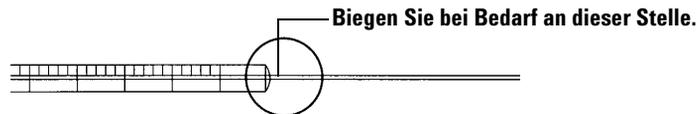

Abb. 72 Prüfen der Spritze
- 1 Rollen Sie die Spritze über die Kante einer sauberen ebenen Oberfläche. Wenn sich die Nadelspitze kreisförmig bewegt, richten Sie den Schaft aus, indem Sie ihn leicht in der Nähe der Verbindung zum Spritzenzylinder biegen. Prüfen Sie die Spritze erneut (Abb. 72).